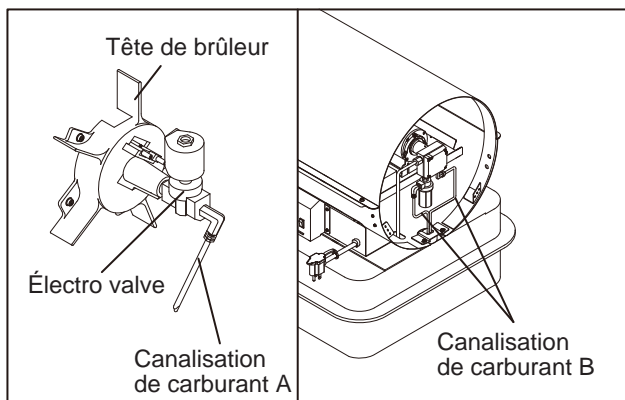

Figure 12. Serrer la canalisation de combustible
- Utiliser une clé de 1/4 po et serrer la canalisation de carburant (A) au niveau de l'électro-valve et de la pompe (voir la Figure 12).